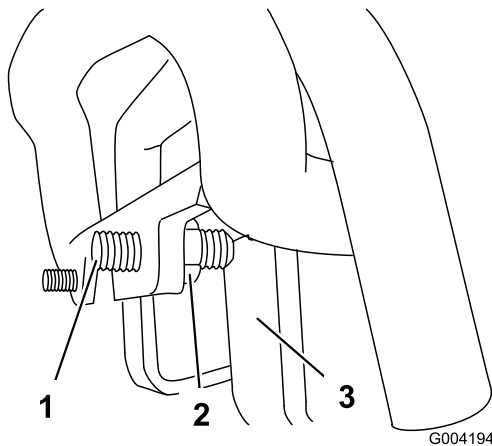

Figura 56
3. Si la unidad de tracción se desvía a la **izquierda**, afloje la contratuerca de la **derecha** y ajuste el tornillo de fijación de desplazamiento en la parte delantera del control de tracción (Figura 56).
4. Si la unidad de tracción se desvía a la **derecha**, afloje la contratuerca de la **izquierda** y ajuste el tornillo de fijación de desplazamiento en la parte delantera del control de tracción (Figura 56).